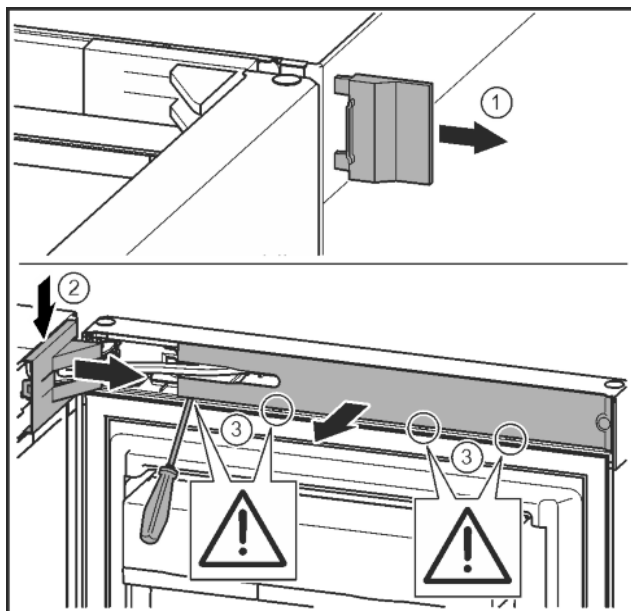

Fig. 9
► Снять внешнюю крышку. Fig. 9 (1)
- ▶ При помощи отвертки освободить крышку опорного кронштейна и отсоединить. Снять крышку опорного кронштейна. *Fig. 9 (2)*
- ▶ Шлицевой отверткой вывести накладку из зацепления и отвести в сторону. *Fig. 9 (3)*